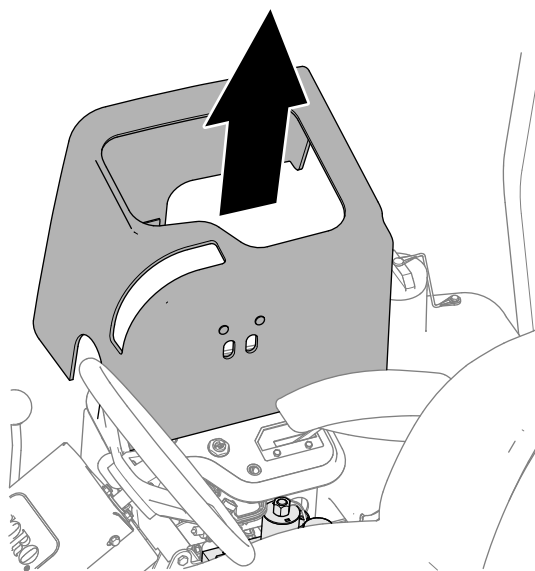

Рисунок 87
3. Поднимите крышку консоли управления (Рисунок 87) на магнитном креплении, чтобы открыть доступ к коллектору газонокосилки.